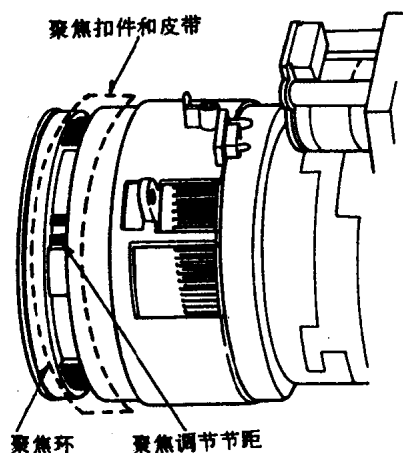
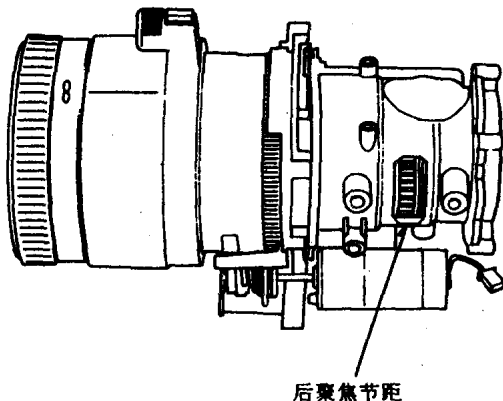

图 T6
图 T12
- (3) 旋下螺丝 (A) 并拆下变焦马达组件。
- (4) 旋下螺丝 (B) 并拆下聚焦马达组件。
- (5) 旋下螺丝 (C) 并拆下聚焦驱动装置。
- (6) 旋下螺丝 (D) 并拆下编码器电路板。
- (7) 旋下螺丝 (E) 并拆下镜头角铁 B。
- (8) 按以下方法拆下聚焦扣件和皮带 (图 T6)。
- (9) 逆时针旋转聚焦调节节距以拆下聚焦环。
(17) 按图 T6 所示安装聚焦扣件和皮带。
(18) 按与安装步骤相反的次序安装电路板(处理、自动聚焦、传感器、编码器电路板)和变焦马达。
(19) 装上聚焦环之后,按下面方法调试后聚焦节距的位置:
- 调节后聚焦节距以获得最佳聚焦(图 T12)。